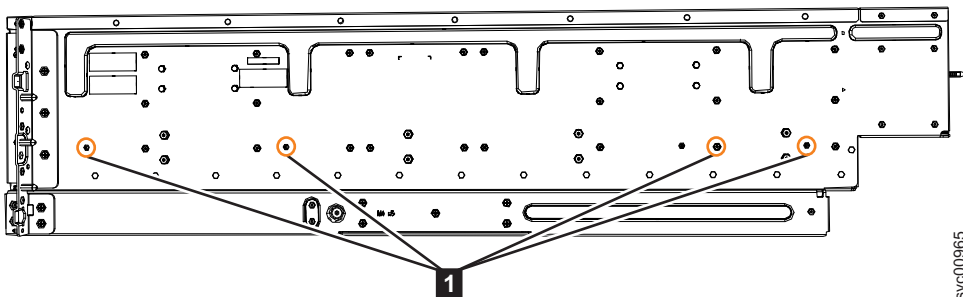

図 38. 内部レールをエンクロージャーに取り付けるねじの位置
4. 4 本の M4 ねじを使用して、内部レールをエンクロージャーの側面に取り付けます。図 38 はねじの位置を示しています。